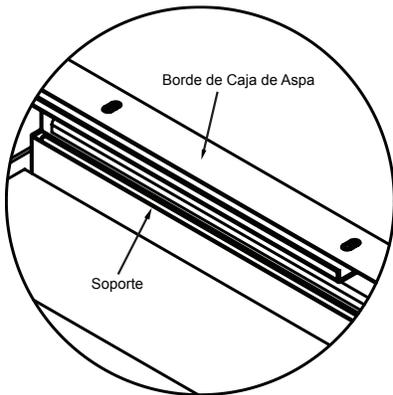
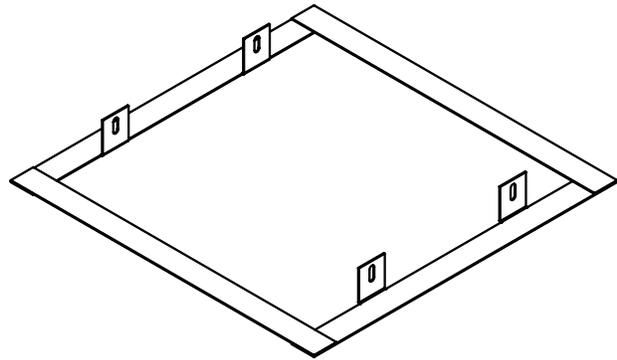

Figura 3
Figura 4
- Una vez que la compuerta se encuentra asegurada a la caja del aspa, sujete los soportes de montura suministrados. Ubica los soportes debajo de las ranuras de montura de la compuerta o debajo de la ranura de la caja del aspa. Ubique la ranura para que sea alineada a los huecos en la caja del aspa y/o los huecos en los bordes de montaje de la compuerta (Ver Figura 3). Los soportes pueden ser ajustados para encajar entre los soportes de la compuerta. Una vez que los soportes se encuentren ajustados, sujételos del borde de la caja del aspa utilizando cuatro tornillos y tuercas #10-32 suministrado. Se requiere un mínimo de 2 sujetadores por lado.
- Sujete los soportes a los soporte de compuerta con tornillos de madera largos #8 de al menos 2" (51) en un lugar mínimo por soporte. Asegúrese que la parte inferior de la compuerta/aspa estará junta a la parte inferior del yeso una vez se encuentre instalada. Ubique la compuerta/aspa en función de la presencia de una canal resistente y el grosor del yeso. Por favor, refiérase al diseño UL apropiado piso/techo o piso/tejado para referencias.
- Una vez que el yeso se encuentre en su lugar, instale el montaje de apoyo del cartón piedra (ver figura 4) al soporte de la compuerta utilizando tornillos de rosca #8 suministrados en mínimo 4 lugares. El montaje de apoyo al cartón piedra deberá ser instalado cerca de la parte inferior del yeso, de manera que el yeso descance en el montaje de apoyo del cartón piedra.